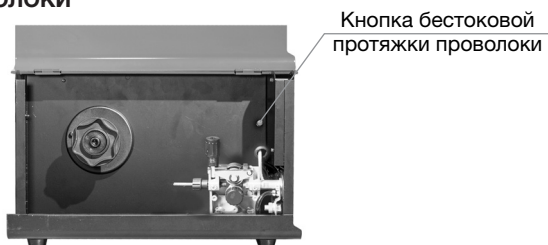

Рис. 3.3
- Нажмите и удерживайте кнопку бестоковой протяжки проволоки (Рис. 3.3), находящуюся над механизмом подачи, до появления проволоки из контактного наконечника горелки.